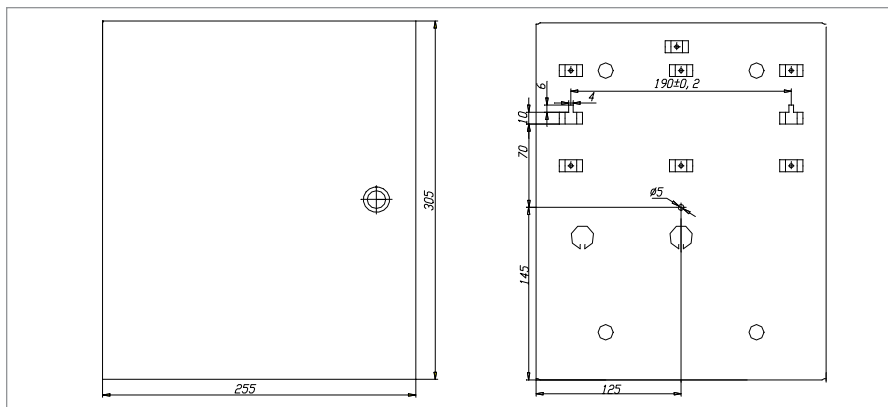

Рисунок 28. Габаритные и установочные размеры блоков С2000-АСПТ, Поток-ЗН
1. Наметьте на стене места для трех установочных отверстий в соответствии с габаритным чертежом Рисунок 28.